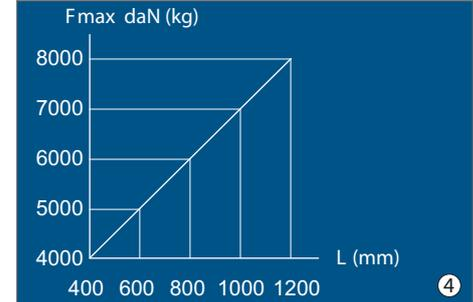

Abb. 152 Diagramm: Zulässige Belastung
Die zulässige gleichzeitige Belastung von VarioFix und Standard-Zurrpunkten ist von den tatsächlichen Abständen (L) zwischen VarioFix Zurrpunkten abhängig (siehe Abb. 152).